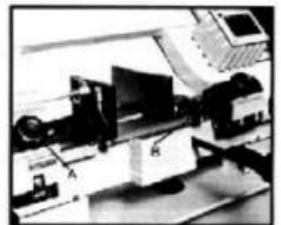

Fig.6
2. Den Knopf (A, Abb. 6) und die Schraube (B) lösen. Die Sägeblattführungsbaugruppen so nah wie möglich möglichst ohne Berührung des Materials beim Schnitt.
3. Knopf (A) und Schraube (B) festziehen und die Maschine an die Stromquelle anschließen.